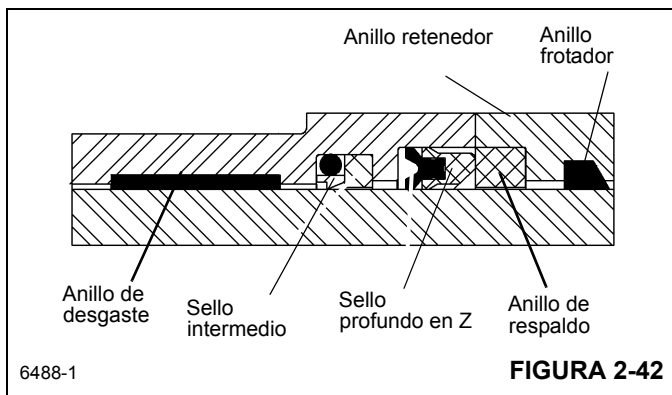

FIGURA 2-42
6. Instale el anillo de respaldo, el sello profundo en Z de varilla, el conjunto del sello intermedio y los anillos de desgaste en el interior de la cabeza del cilindro (Figura 2-42).